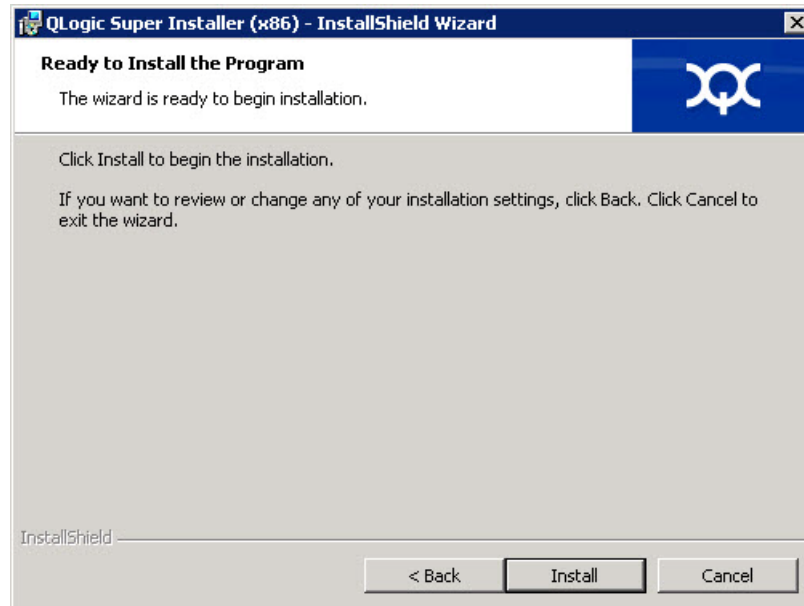

Figura 2-6. Janela InstallShield Wizard: Ready to Install the Program (Assistente do InstallShield: Pronto para instalar o programa)
7. Na janela Pronto para instalar (Figura 2-6) do Assistente do InstallShield, clique em **Install** (Instalar).